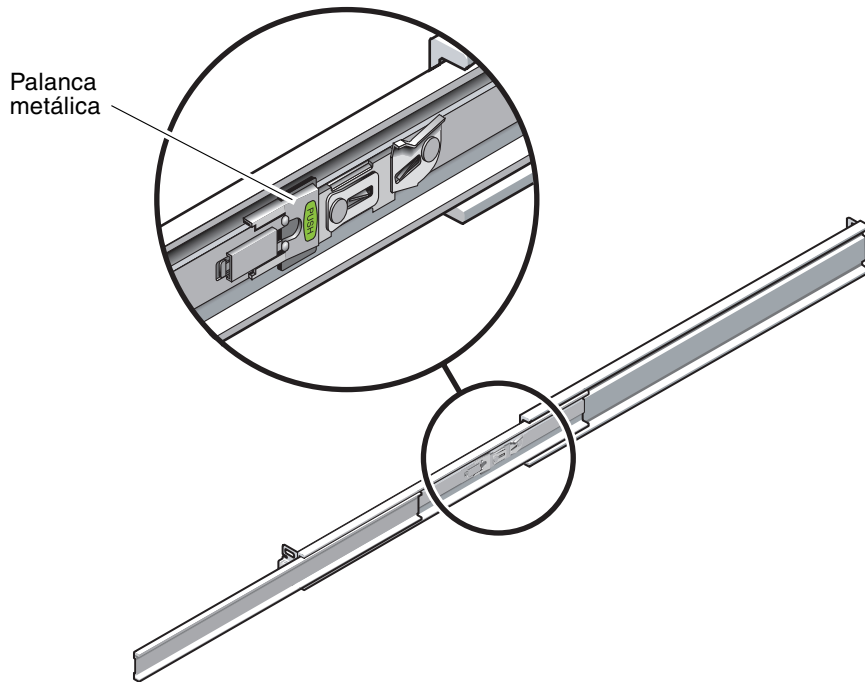

FIGURA 2-13 Desbloqueo de la sección central de la guía deslizante
- d. Presione la palanca metálica (marcada con la palabra Push) de la sección central (FIGURA 2-13) de la guía deslizante y entonces vuelva a empujar la sección central al interior del bastidor.